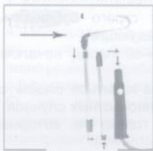

рис. 1
• Соберите изделие как показано на рис. 1.